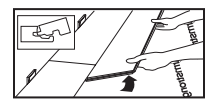

Figure 7
2. Mettre la première planche en place en l'inclinant légèrement vers le haut, en la poussant vers l'avant pour verrouiller la languette (Figure 7).